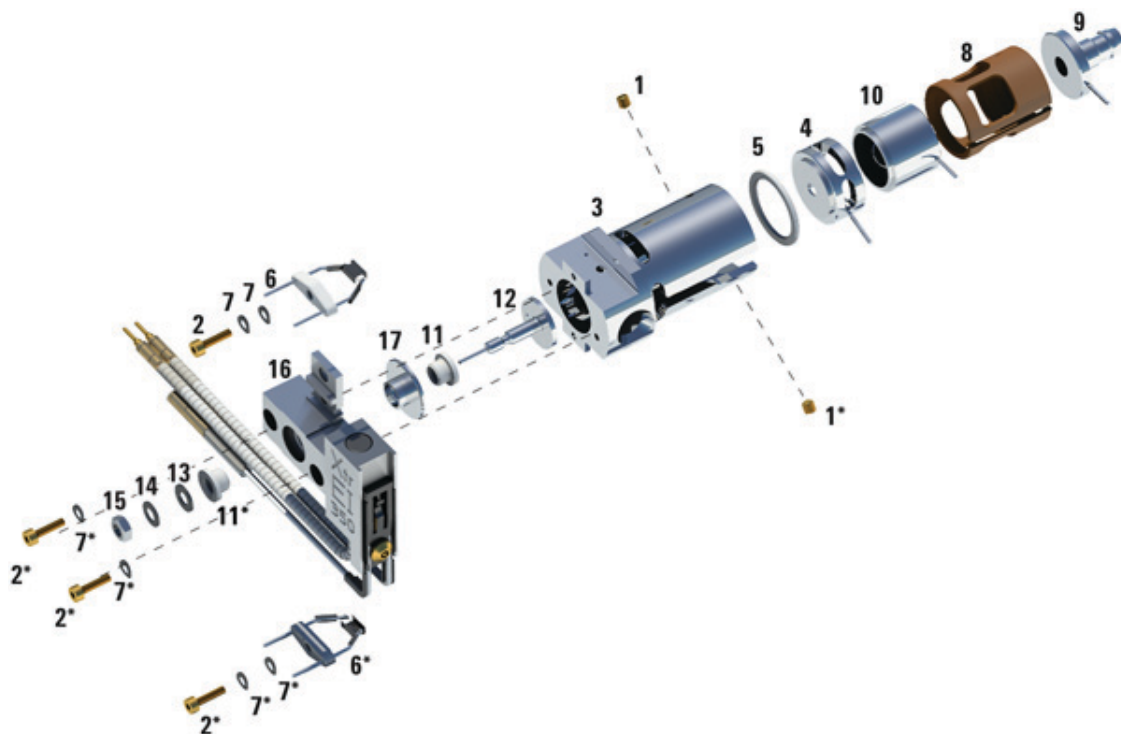

Figure 23 Démontage de la source d'ions avec extracteur à EI
- 2 Déposer les filaments en déposant deux vis plaqué or et en séparant les filaments de la source. Voir la section Figure 23 à la page 160.
Tableau 19 Liste des pièces de la source à d'ions avec extracteur (Figure 23)
Tableau 19 Liste des pièces de la source à d'ions avec extracteur (Figure 23) (continued)